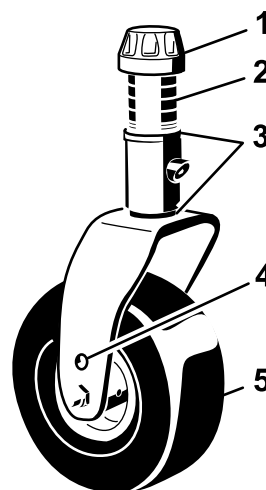

Figura 6
2. Posizionate gli assali delle ruote orientabili negli stessi fori su entrambe le forcelle. Fate riferimento a Figura 6 e Figura 7 per determinare i fori adeguati all'impostazione voluta.
3. Togliete il cappuccio di tensione dall'asse del perno (Figura 6) ed estraete il perno dal braccio della ruota orientabile. Montate i due spessori (3 mm) sull'asse del perno come erano montati in origine. Questi spessori servono per ottenere un livellamento sull'intera larghezza degli apparati di taglio. Mettete il numero opportuno di distanziali da 13 mm sull'asse del perno, fino ad ottenere l'altezza di taglio richiesta, quindi montate la rondella sul perno.